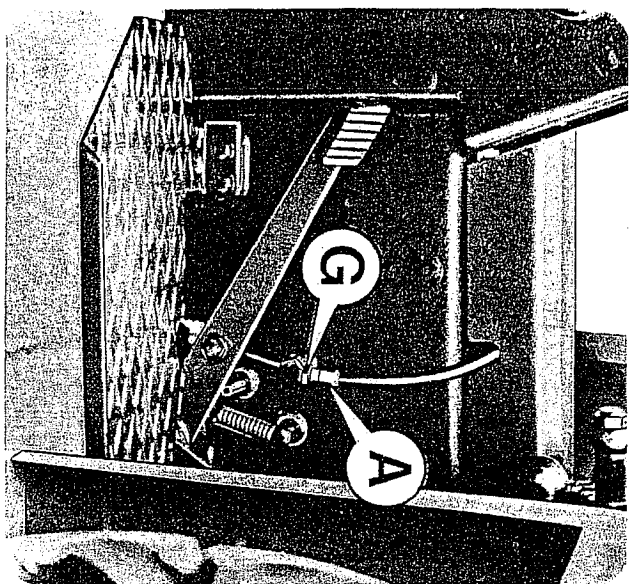

FIG. 26
- 4) Controllare il gioco del pedale frizione e regolarsi nel caso diminuisca intervenendo sul registro A dopo avere allenato il controdado G (FIG. 26).
- 4) Check clutch pedal stroke and adjust if necessary by acting on register A after loosening jam nut G (FIG. 26).
- 4) Contrôler le jeu de la pédale d'embrayage et le régler dans le cas où il aurait diminué: intervenir sur la vis de réglage A après avoir dévisser le contre-écrou G (FIG. 26).
- 4) Controlar el juego del pedal embrague y regularlo si disminuye a través del regulador A después de haber aflojado la contra tuerca G (FIG. 26).